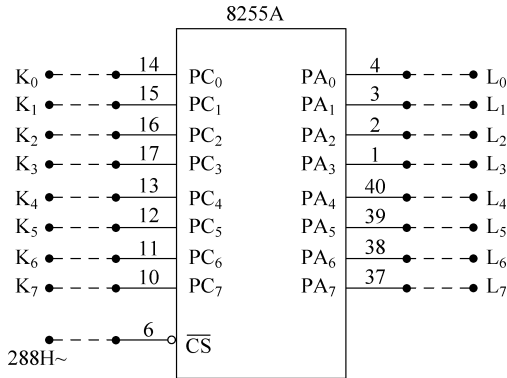

图 3.7 基本输入输出电路示意
(1) 实验内容。
① 基本输入输出实验。编写程序,使 8255A 的 A 端口为输出,C 端口为输入,完成拨动开关到数据灯的数据传输。要求只要开关拨动,数据灯的显示就发生相应改变。
② 流水灯显示实验。编写程序,使 8255A 的 A 端口和 C 端口均为输出,数据灯 L₇~L₀ 由左向右,每次仅亮一个灯,循环显示; L₁₅~L₈ 与 L₇~L₀ 方向相反,由右向左,每次仅点亮一个灯,循环显示。
(2) 编程提示。
① 基本输入输出实验,电路示意如图 3.7 所示,8255A 的 C 端口接逻辑电平开关 K₇~K₀,A 端口接发光二极管 L₇~L₀。编程从 8255A 的 C 端口读入开关量,再从 A 端口输出,控制发光二极管发光。通过发光二极管和开关的状态验证输入和输出的正确性。
② 8255A 设为方式 0,A 端口为输出方式,C 端口为输入方式; A 端口地址设为 288H, C 端口地址设为 28AH,控制口地址为 28BH。
③ 流水灯显示实验,用户自己设计实验接线图,并编写程序。8255A 设为方式 0,A 端口、C 端口均为输出方式,A 端口控制 L₇~L₀,C 端口控制 L₁₅~L₈。
(3) 参考流程。